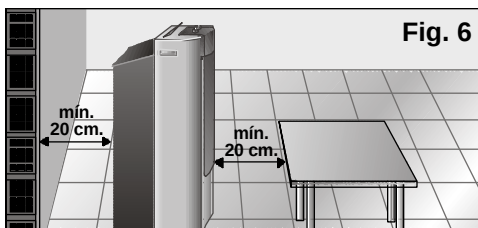

Fig. 6
- ☐ Voor de veiligheid is het nodig voordat u uw apparaat aansluit dat dit tenminste 20 cm van elke oppervlakte in de buurt verwijderd is, **Fig. 6**.